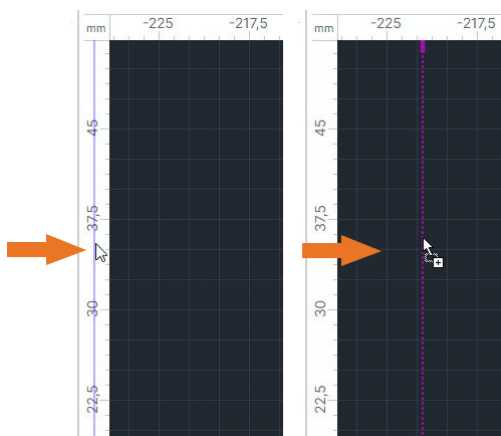

Рис. 214 Размещение направляющих линий
2. Удерживая кнопку мыши, переместите курсор в рабочую область и отпустите кнопку после того, как линия будет размещена в выбранном месте, см. Рис. 214.